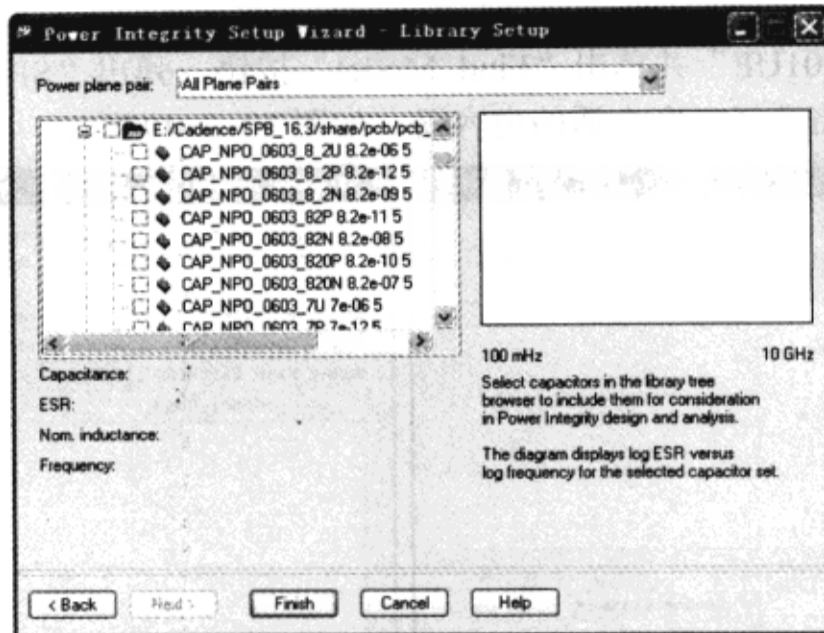

图 10-7-45 目录下的电容器
(3) 单击电容器库 E:/Cadence/SPB\_16.3/share/pcb/pcb\_lib/npo\_0603\_caps 旁边的拓展符号，显示这个库中所有的电容器，如图 10-7-45 所示。